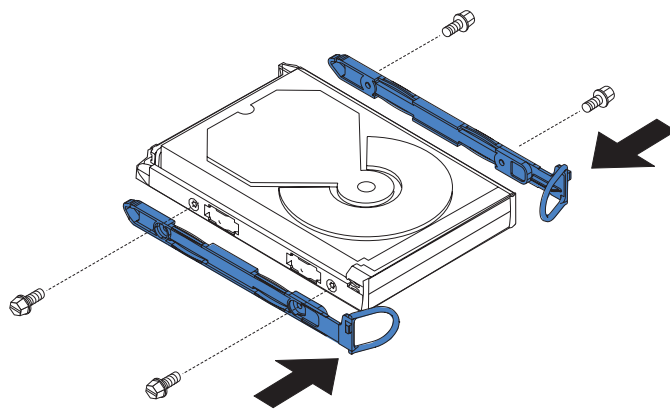

図 127. SAN ボリューム・コントローラー 2145-4F2 ディスク・ドライブへのレールの取り付け
1. 新しいディスク・ドライブに同梱のレールとねじを見つけて、図 127 に示すように、レールをディスク・ドライブに取り付けます。